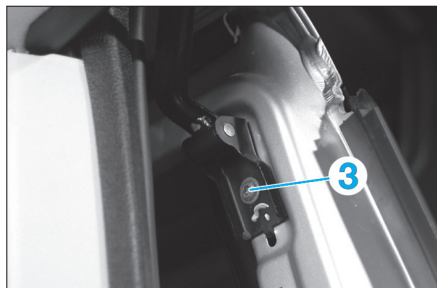

Fig. 32
- Maintenir la porte à l'aide d'un autre opérateur puis déposer la vis (3) (Fig.32).